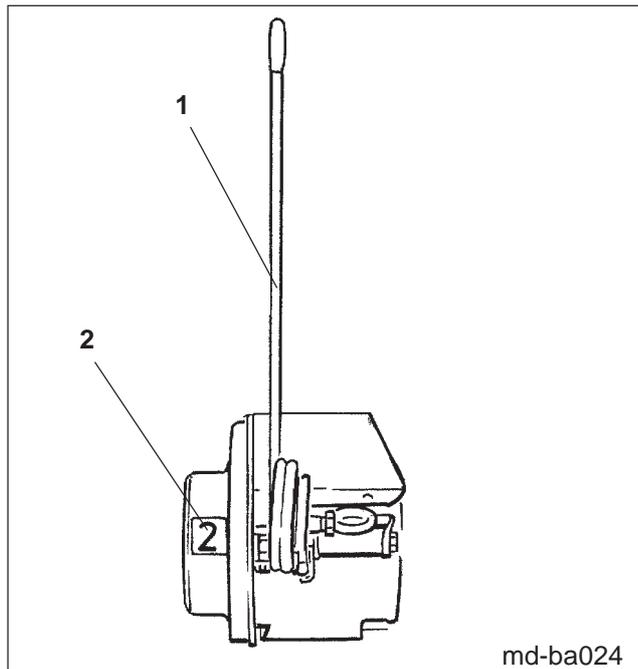
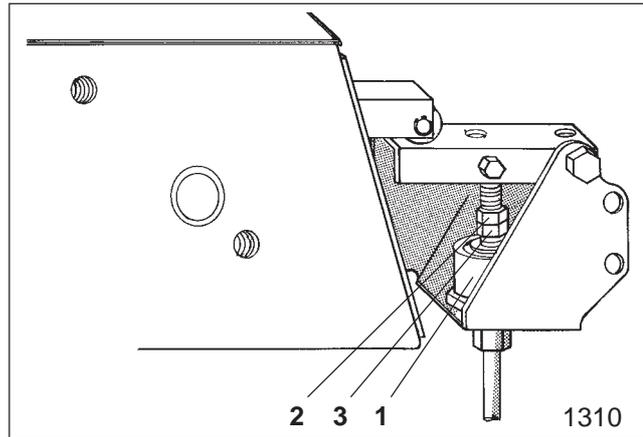

Fig. 18.17
Fig. 18.20
Bedienungshebel (Fig. 18.17/1) am Schaltkasten so oft anziehen und wieder loslassen, bis die Zahl "0" im Sichtfenster des Schaltkastens erscheint.
Wiederholen Sie die Prüfung wie oben beschrieben. Schalten Sie den Schaltkasten aber nicht mit dem Bedienungshebel (Fig. 18.17/1) weiter, sondern betätigen Sie das Steuerventil in der Schlepperkabine. Der Schaltkasten wird dann von einem Hydraulikzylinder (Fig. 18.20/1) weiterschaltet.
Sollte der Hydraulikzylinder (Fig. 18.20/1) den Schaltkasten nicht umschalten, sind folgende Einstellungen vorzunehmen:
- Hydraulikzylinder (Fig. 18.20/1) aus der Schlepperkabine mit Druck beaufschlagen
- Kontermutter (Fig. 18.20/2) lösen
- Skt.-Mutter (Fig. 18.20/3) so weit nach links drehen, bis der Schaltkasten hörbar umschaltet
- Skt.-Mutter (Fig. 18.20/3) zwei Umdrehungen weiter drehen und Kontermutter wieder festziehen